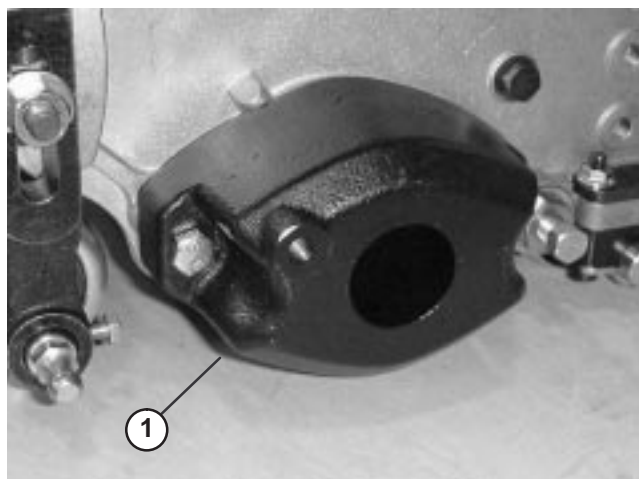

Bild 5
2. Einstellschraubenmutter für Untermesser (2)
A. Nehmen Sie die beiden Schrauben ab, mit denen das Gegengewicht links am Mähwerk befestigt ist. Nehmen Sie das Gegengewicht ab (Bild 5).
E. Fetten Sie die Antriebskupplung innen ein. Montieren Sie die Antriebskupplung mit dem Sprengring am linken Spindelrohr des Mähwerks (Bild 5).